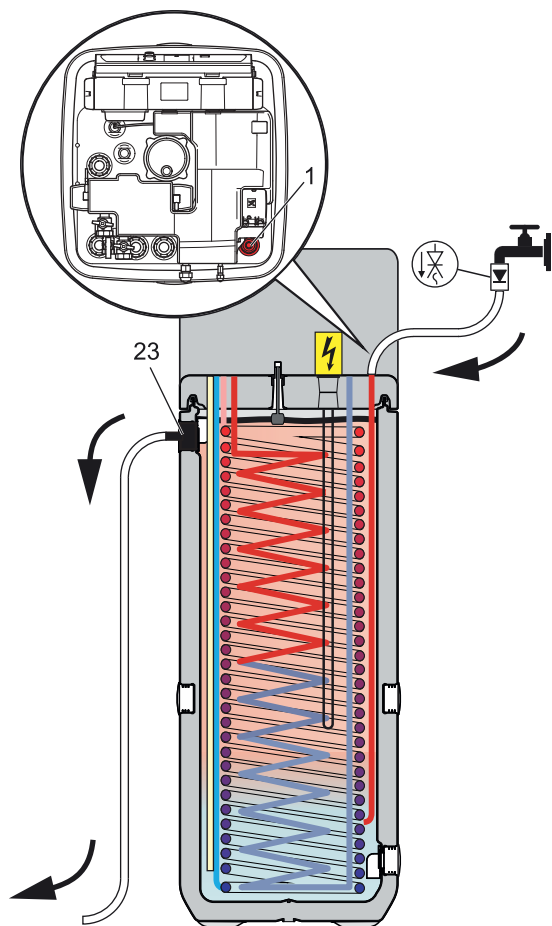

Fig. 7-2 Remplissage du ballon tampon sans système solaire
- Raccorder le tuyau de remplissage avec clapet anti-retour (1/2") sur le raccord « Système solaire DrainBack – alimentation » (voir fig. 7-2, rep. 1).
- Remplir le réservoir du ballon de la ROTEX HPSU compact jusqu'à ce que l'eau s'écoule au niveau du raccord (fig. 7-2, rep. 23), utilisé comme trop plein de sécurité.
- Remplir le réservoir de l'accumulateur de la ROTEX HPSU compact jusqu'à ce que l'eau s'écoule au niveau du raccord (fig. 7-2, rep. 23), utilisé comme trop plein de sécurité.